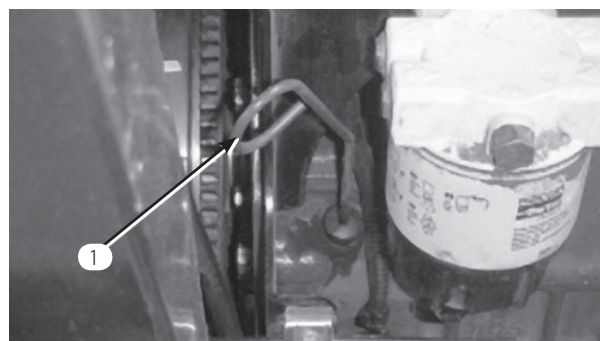

図 15
2. ディップスティックを抜き、ウェスで一度きれいに拭く（図15）。ディップスティックを、チューブの根元までもう一度しっかりと差し込む。ディップスティックを引き抜いて油量を点検する。油量が足りなければディップスティックの FULLマークまで補給する。